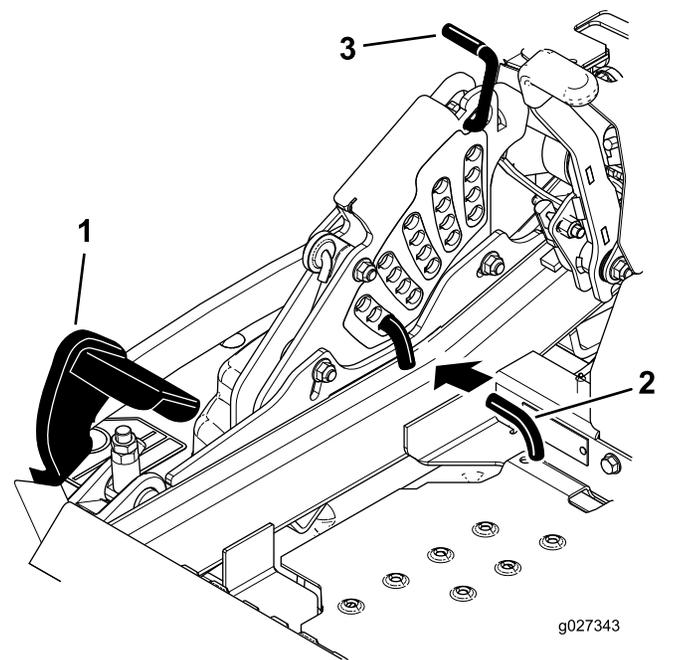

Bild 26
2. Treten Sie mit dem Fuß auf das Mähwerkhubpedal und heben Sie das Mähwerk in die Transportstellung an (d. h. die Schnitthöhe von 140 mm), wie in Bild 26 abgebildet.
3. Drehen Sie zum Einstellen den Stift um 90 Grad und nehmen ihn aus der Schnitthöhen-Halterung heraus (Bild 26).
4. Wählen Sie ein Loch in der Schnitthöhen-Halterung, das der gewünschten Schnitthöhe entspricht, und stecken Sie den Stift ein (Bild 26).